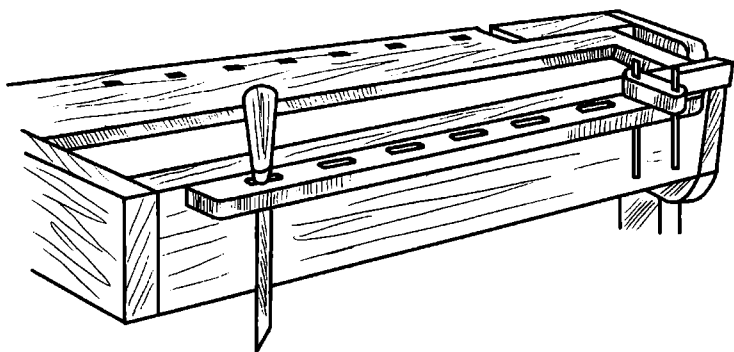

Рис. 52. Рейка с гнездами для инструментов
1. Весь инструмент должен лежать в определенном порядке, чтобы им было легко пользоваться, не тратя дополнительное время на поиски того, что вам нужно в данный момент. Рабочее место столяра — верстак, поэтому именно на нем нужно так разложить инструмент, чтобы он всегда был под рукой. В инструментальной лотке ручками, направленными в сторону задних тисков, должны находиться стамески, долота и напильники, причем не вперемешку, а по отдельности. Рубанок должен лежать на боку, направленным верхней своей частью к столяру. Следите за тем, чтобы его режущая часть не контактировала с металлическими предметами, иначе лезвие быстро затупится. Для инструмента к верстаку желательно прикрепить рейку с гнездами (рис. 52), по которым можно разложить все, оставив в лотке только карандаш, линейку и молоток. Кроме того, для инструмента необходимо предусмотреть полки (как открытые, так и закрытые), стеллажи, шкафы и т. п.